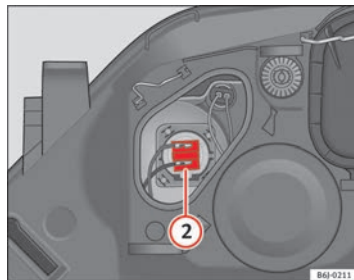

Abb. 140 Fernlicht
- Ziehen Sie den Stecker ⇒ Abb. 140 ② nach außen ab.